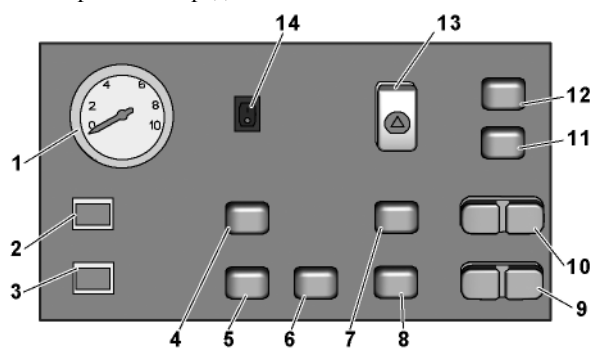
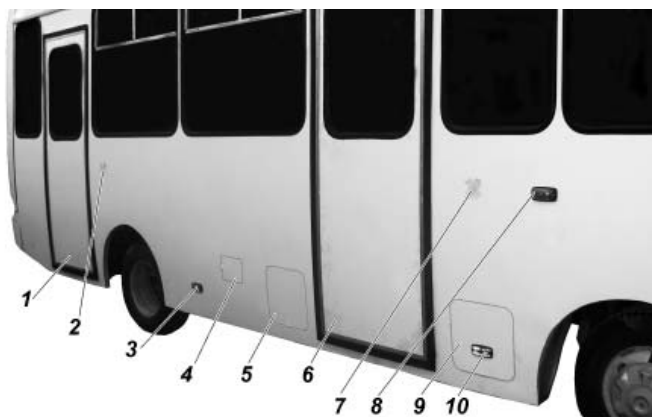
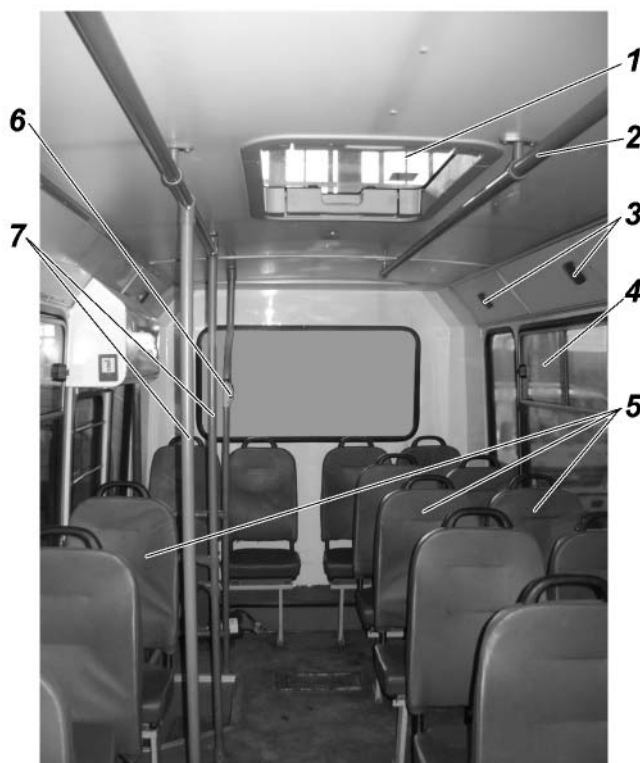

Рис. 3.8. Центральная панель выключателей
Рис. 3.11. Кнопки аварийного открывания дверей и технологические люки:
Рис. 3.18. Оборудование салона:
**15 - центральная панель выключателей (рис. 3.8);**
- при открывании дверей (передней или задней) водителем, нажатием соответствующих кнопок на панели выключателей 9 или 10 рис. 3.8, при этом загорается лампа на соответствующей кнопке;
- при нажатии аварийных кнопок открывания двери 2, 7 рис. 3.11 и рис. 3.12, при этом будут гореть постоянно лампы на кнопках 9,10 рис. 3.8 и работать зуммер (сигнал), пока не закроются двери;
- при требовании остановки пассажирами, нажатием кнопки на поручне 6 рис. 3.18, при этом лампы на кнопках 9 или 10 рис. 3.8 мигают до открытия дверей, и работает зуммер (сигнал) во время нажатия кнопки.
На рис. 3.8 изображена центральная панель выключателей:
Кузов автобуса имеет две двери по правому борту, открывающиеся наружу (рис. 3.11). Управление этими дверьми электрическое, при помощи выключателей, расположенных
на центральной панели выключателей (рис. 3.8), с сигнализаторами открытия дверей.
Аварийное открывание дверей автобуса осуществляется кнопками 2, 7 (рис. 3.11), расположенными снаружи на боковине возле каждой двери и кнопкой, закрытой защитной пленкой, внутри салона над дверью (рис. 3.12).
Для доступа к пробке топливного бака откройте лючок 4, расположенный на правой боковине (рис. 3.11).
Плафоны 3 (рис. 3.18) внутреннего освещения салона включаются и выключаются кнопками 5 и 6 (рис. 3.8) на центральной панели выключателей. Освещение места водителя включается кнопкой 4.
Для удобства входа и выхода пассажиров в проемах дверей установлены поручни и опоры для рук 2 и 7 на рис. 3.18. Также в проемах дверей установлены ограждения. Поручни имеют контрастную окраску.
В салоне автобуса установлено девять двухместных пассажирских сидений и три одноместных пассажирских сидений 5 (рис. 3.18). Сиденья нерегулируемые, мягкие: состоят из каркаса, подушки, спинки. Поручни спинок сидений установлены на сиденьях, расположенных только вдоль прохода.